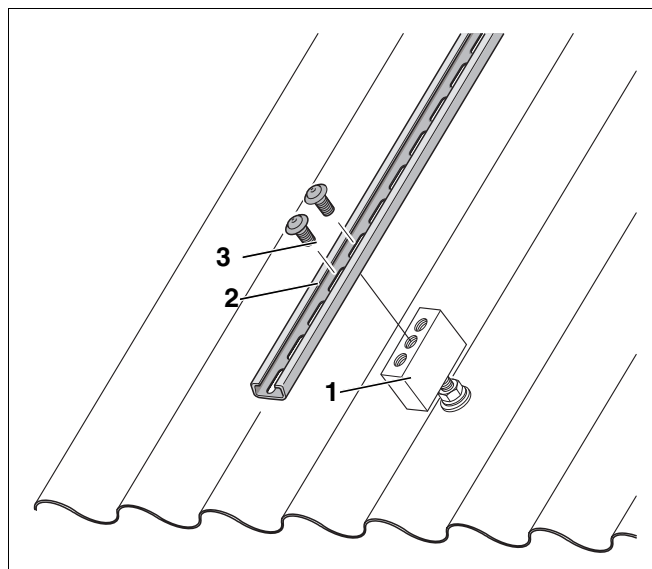

Fig. 7 Montagem dos perfis verticais
- Coloque o perfil vertical (Fig. 7, **Item 2**) sobre os blocos de apoio (Fig. 7, **Item 1**), assegurando-se de que ficam bem centrados.
- Aparafuse e fixe os perfis verticais com dois parafusos de sextavado interno (Fig. 7, **Item 4**).